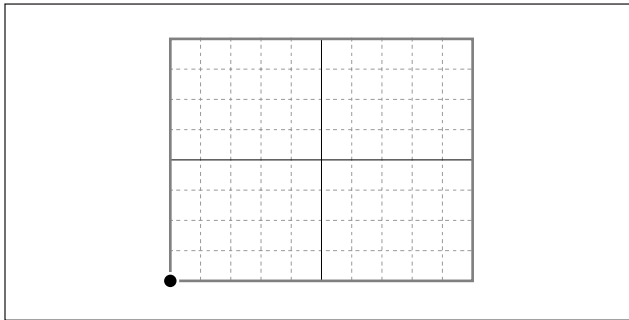

Abb. 4-3
- ③ Den Schalter TIME/DIV am Oszilloskop auf den Modus X-Y einstellen.
- ④ Die Deviationsempfindlichkeit (VOLTS/DIV) von CH1 und CH2 am Oszilloskop auf 0,2 V/Teil. einstellen.
- ⑤ Die Eingangskopplungsschalter von CH1 und CH2 am Oszilloskop auf GND stellen und das Oszilloskop so einstellen, dass das Signal in der linken unteren Ecke des Bildschirms angezeigt wird. (Abb. 4-3)